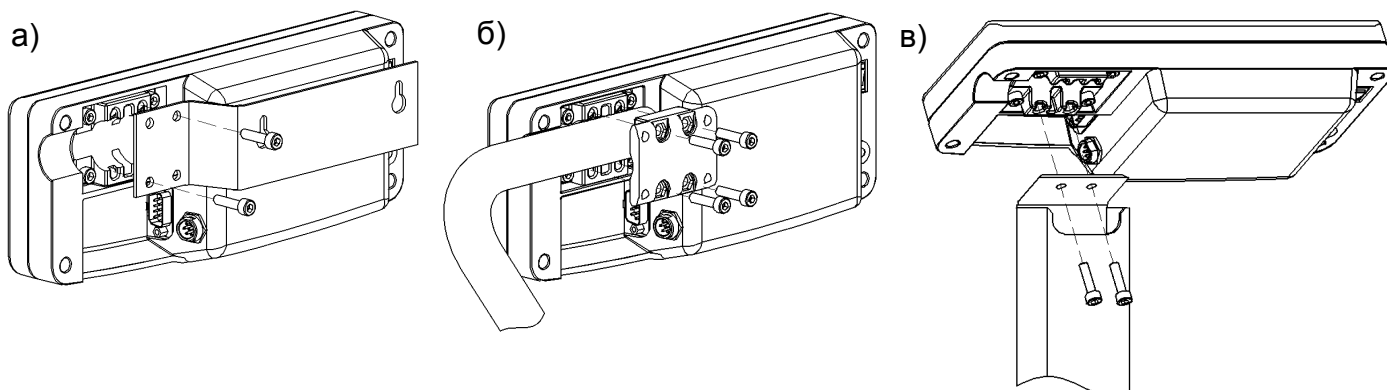

Рис. 5.4 - Варианты крепления устройства индикации:
- подсоединить двумя винтами М5х20 кронштейн к устройству индикации (Рис. 5.4а);
- закрепить устройство индикации на стойке кронштейном, затянув четыре винта M5x30 с небольшим усилием (Рис. 5.4б). Излишек кабеля заправить в стойку со стороны устройства индикации;
- закрепить двумя винтами М5х20 устройство индикации на стойке (Рис. 5.4). Излишек кабеля заправить в стойку.